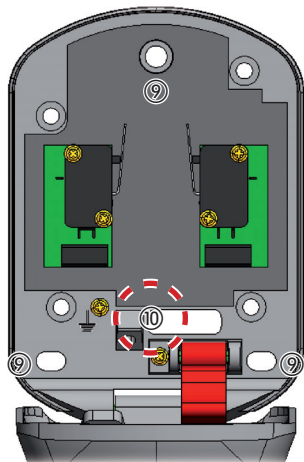

Fig. 4
3. Utilizzare lo stesso XK 21 per segnare i riferimenti a parete dei fori da effettuare come indicato in Fig.4 rif 9;
ATTENZIONE: Accertarsi che il foro di passaggio dei cavi elettrici e del cavo di sblocco sia di diametro non inferiore a 20 mm e che risulti posizionato come indicato in Fig.4 rif 10
- Use XK 21 to mark the on-wall references of the holes, as shown in Fig.4 ref. ⑨;
IMPORTANT: Make sure that the hole for routing the electric cables and the release cable, has a diameter of not less than 20 mm and is positioned as shown in Fig. 4 ref. ⑩